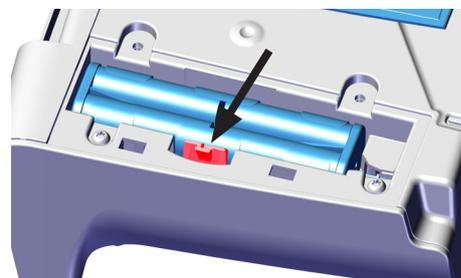

Fig. 1
vedi Fig. 1 (nel risvolto di copertina)
- ⇒ Disinserire l'apparecchio tramite l'interruttore On / Off (1).
- ⇒ Premere la clip di fissaggio (Fig. 1) di lato e rimuovere il portabatterie.